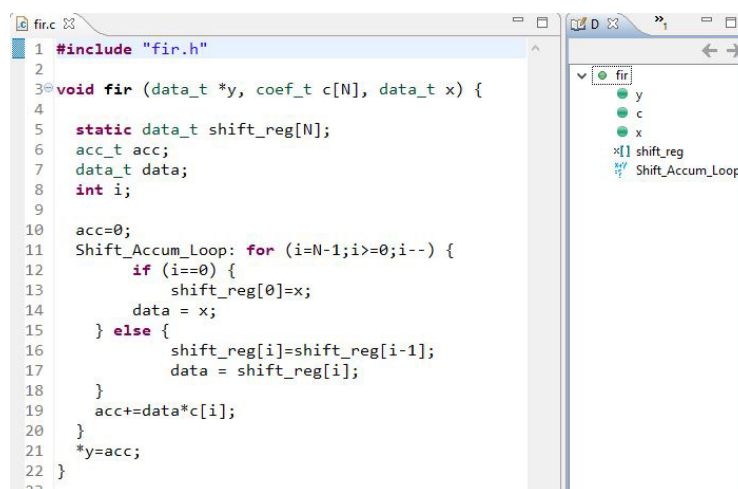

Abbildung 16: Quellcode und Direktiven
- Öffnen Sie nun im Project Explorer unter `Source` die Datei `fir.c`. Wählen Sie im Auxiliary Pane den `Directive`-Tab aus, wie in Abbildung 16 gezeigt. Hier sind nun alle Objekte aus dem Quellcode gezeigt, auf die Direktiven angewendet werden können.